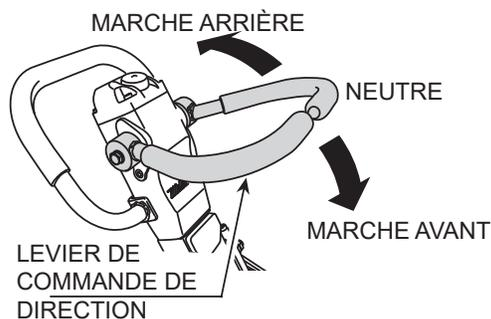

Figure 21. Levier de commande de direction
2. En utilisant le levier de commande de direction, faites avancer ou reculer la machine (Figure 21). Quand le levier de commande de direction est poussé vers l'avant, la machine avance. Quand il est tiré en arrière, la machine recule.